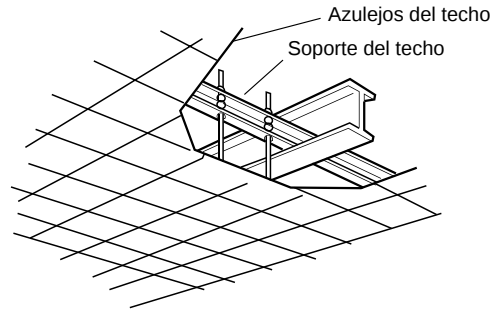

Fig. 3-78
- Utilice los soportes del techo existentes o construya un soporte adecuado como se muestra en el diagrama. (Fig. 3-78)